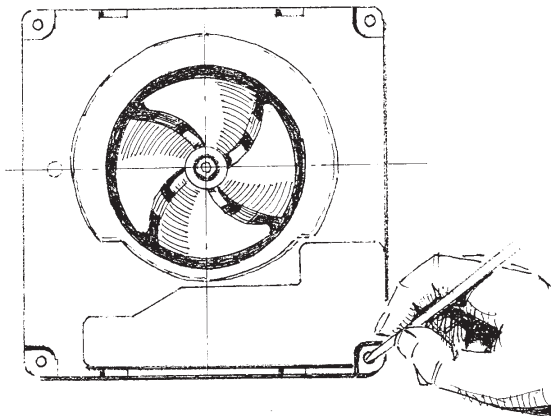

рис. 10
2. Приложить вентилятор к стене и разметить крепежные отверстия (рис. 10).